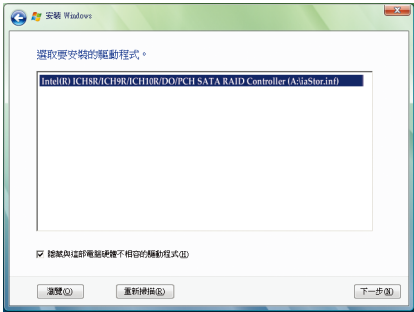

图7
当出现图7的画面后请选择「Intel(R) ICH8R/ICH9R/ICH10R/DO/PCH SATA RAID Controller」驱动程序并按「下一步」。